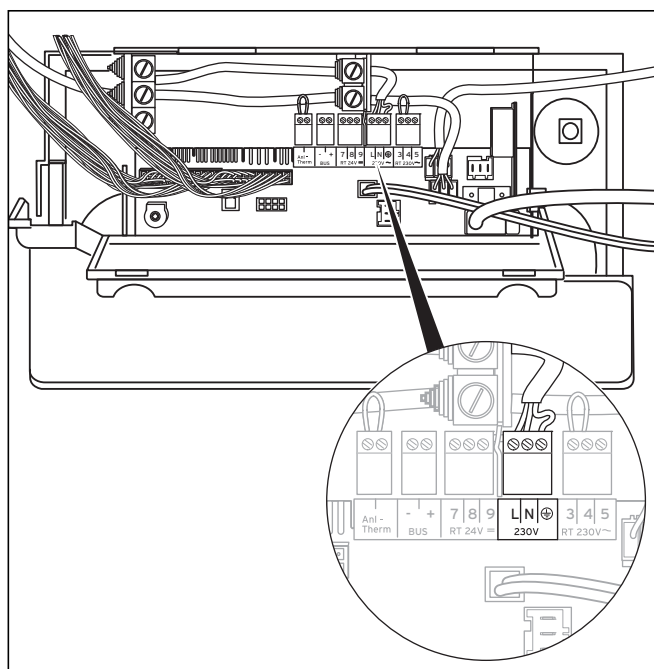

Fig. 5.12 Esempio di posa dei cavi
- Collegare i fili agli slot del sistema elettronico (L, N e Terra), vedere fig. 5.12. Impiegare l'apposito connettore.
- Collegare i fili ai connettori corrispondenti o ai relativi slot del sistema elettronico (vedere fig. 5.12).